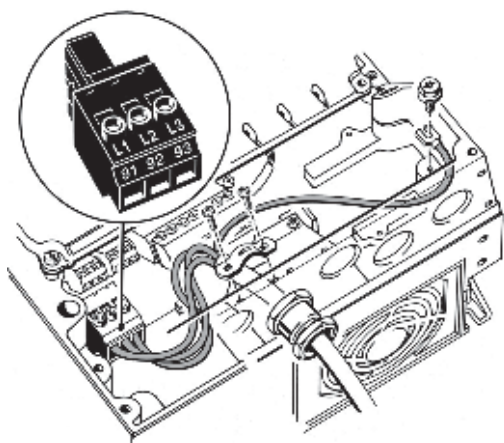

Рис. 12 Подключение питания, корпуса А5
1. Подключите заземляющий провод к клемме 95 (PE). См. рис. 12.